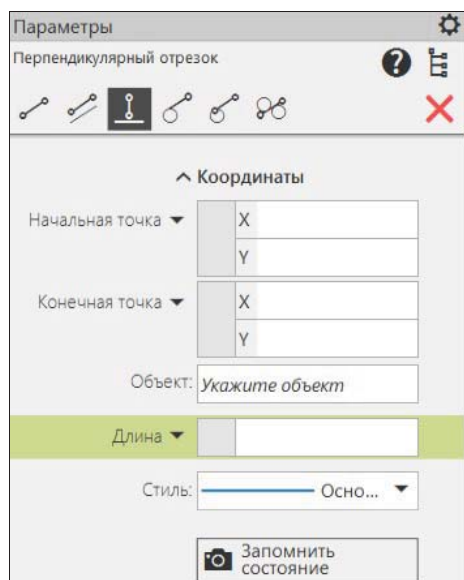

Рис. 5.7. Панель
- ◆ щелкните ЛК мыши по кнопке **Перпендикулярный отрезок** из выпадающего меню или из заголовка панели **Параметры: Перпендикулярный отрезок**. На панели выделился цветом только один параметр в поле окна **Длина** (рис. 5.7);